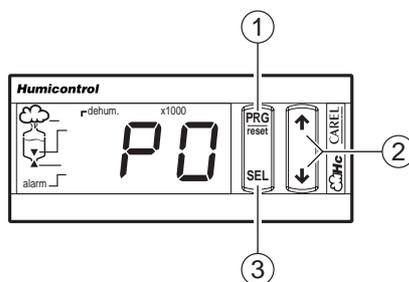

Fig. 7.2.1
1. premere il tasto PRG per circa 5 secondi fino all'apparire della sigla P0, che contraddistingue il primo parametro (vedi Fig. 7.2.1);
1. press the PRG button for around 5 seconds until the code P0 appears, representing the first parameter (see Fig. 7.2.1);